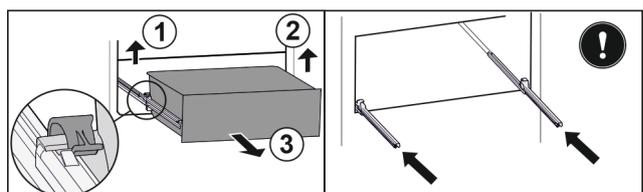

Fig. 129
- ▶ Linke Klemme anheben und gleichzeitig Schubfach links nach vorne ziehen. *Fig. 129 (1)*
- ▶ Rechte Klemme anheben und gleichzeitig Schubfach rechts nach vorne ziehen. *Fig. 129 (2)*
- ▶ Schubfach nach vorne entnehmen. Fig. 129 (3)